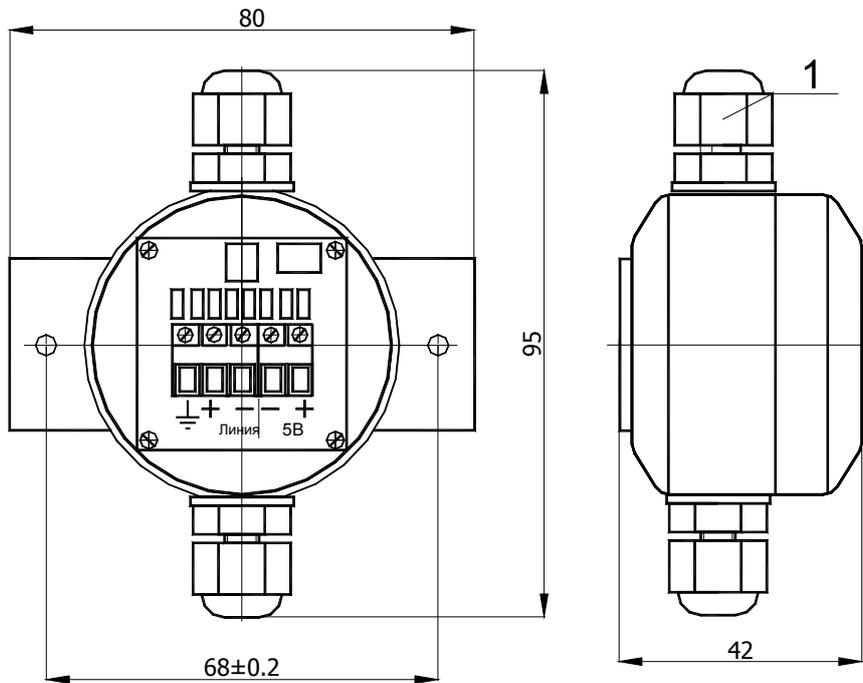
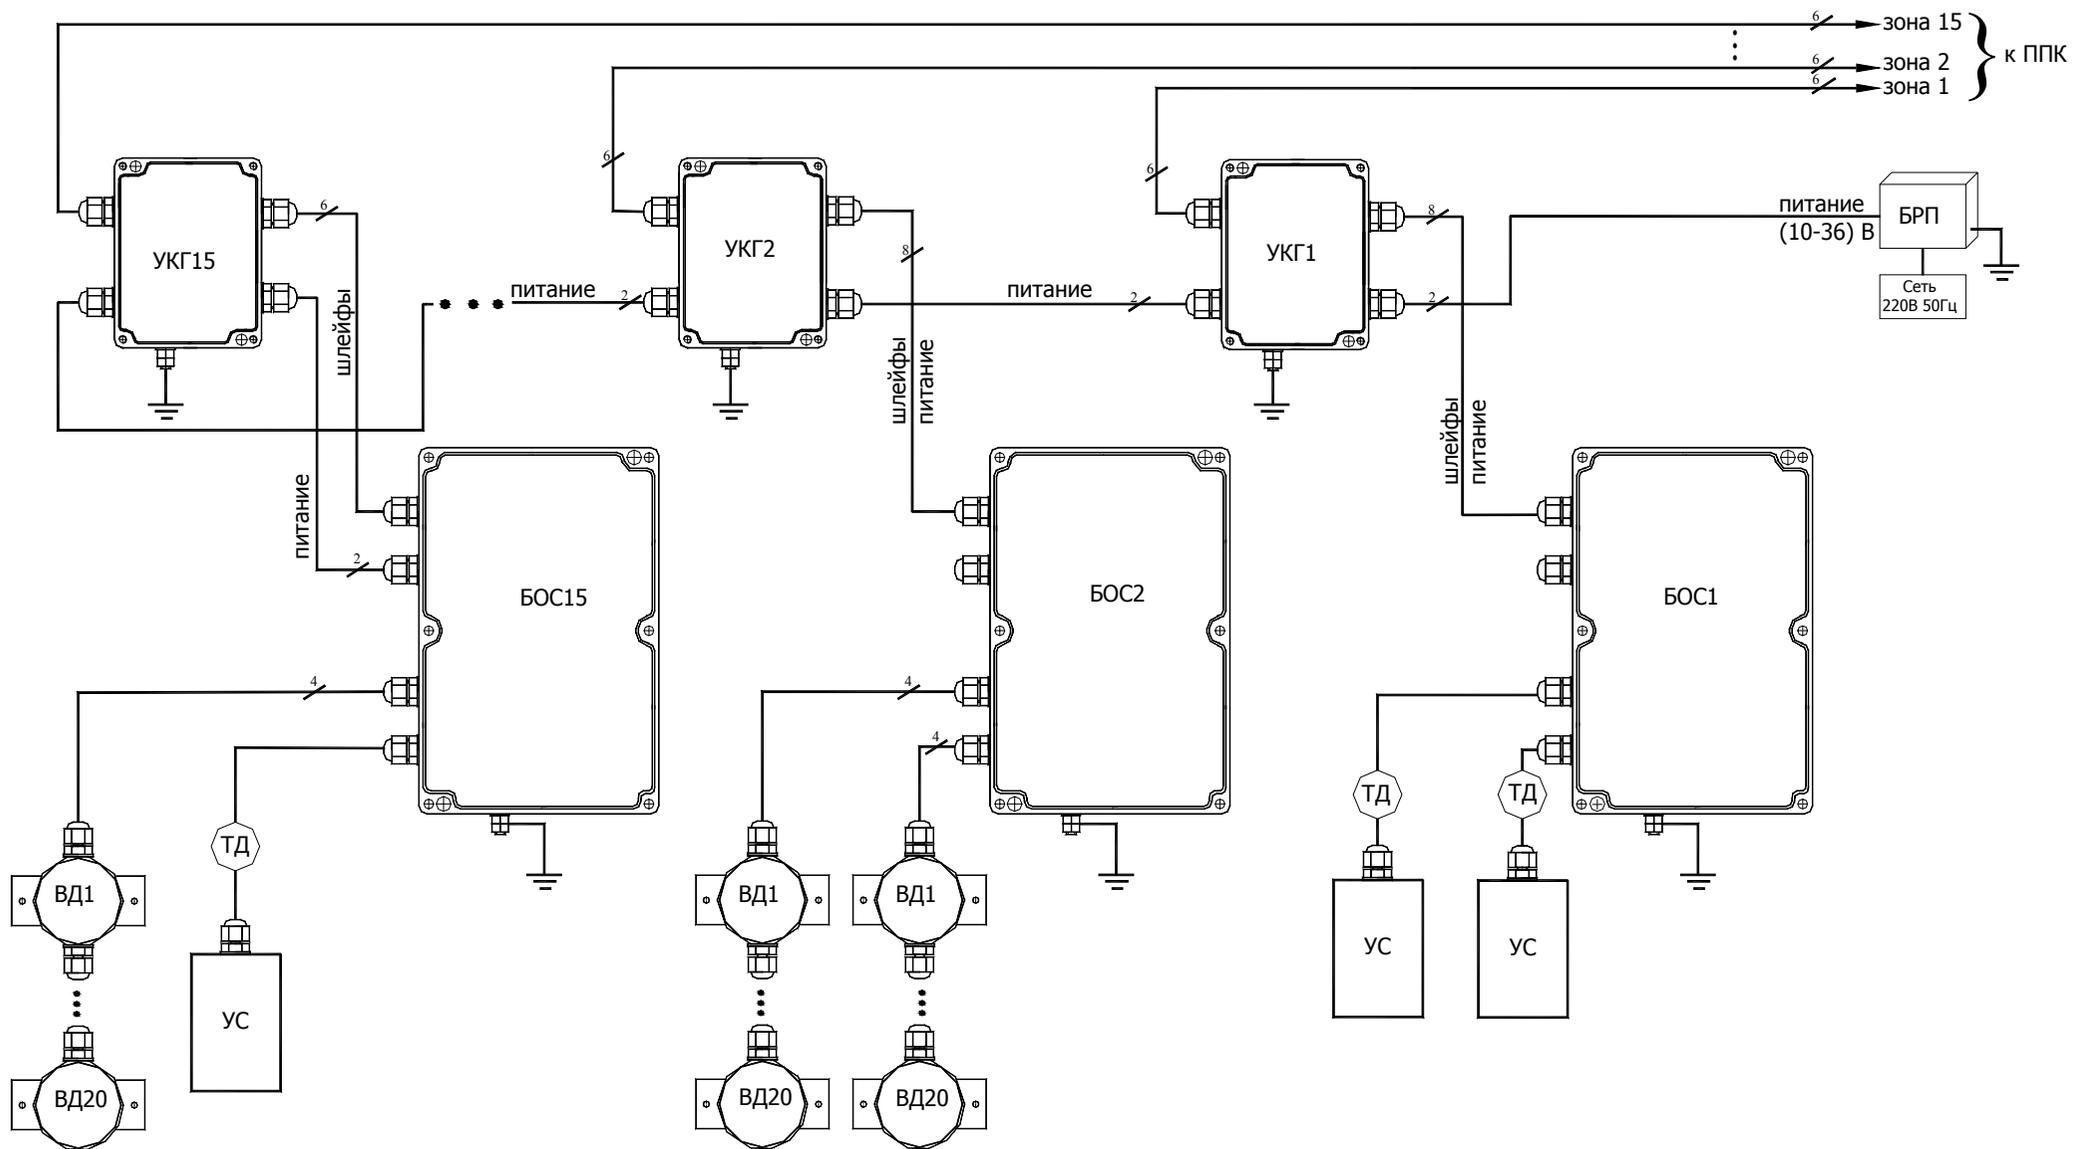

Рис.4 Общий вид ВД
Рис.6 Схема подключения извещателя с БОС, расположенными вне помещения по периметру зоны охраны с передачей извещений по шлейфам.
4.3 **Ввод трибоэлектрических кабелей в БОС или ПРД** производится через гермовводы. Для этого необходимо ослабить гайку гермоввода и ввести кабель в корпус на длину, необходимую для их подключения к разъёмному соединителю ПУ. Концы кабелей аккуратно разделяются и коммутируются на входы плат предварительных усилителей в соответствии со схемами подключения, приведенными на рис. 6...10 приложения. Для этого необходимо снять экран с платы предварительного усилителя и закрепить конец кабеля
**ВД** крепится по центру ограждения (обычно по центру трехметрового пролета ограждения) или в местах возможного проникновения нарушителя с шагом 5 м с помощью двух шурупов через отверстия в планке крепления. При установке на сетчатом ограждении используется дополнительная планка, устанавливаемая с противоположной стороны сетки. Соединение ВД производится четырехжильным кабелем UTP 5 категории в экране. По двум проводам подается питание, два других являются сигнальными. Кабель последовательно проходит через все ВД и коммутируется через клеммные соединители на платы датчиков. С целью устранения синфазной помехи сигнальные линии включаются перекрестно, как это показано на рис.4 приложения. Оконечный ВД отличается от промежуточных наличием только одного гермоввода. Схемы подключения извещателя с ВД приведены на рис.6...10 приложения.
**Коммутация** цепей питания, шлейфов и линий интерфейса R485 производится через УКГ с помощью клеммных соединителей, расположенных на платах УКГ. Схемы подключения приведены на рис. 6...10 приложения.
4.4 **Схемы подключения и соединения ИОП** по периметру зоны охраны приведены на рис. 6...10 приложения. При последовательном подключении нескольких извещателей по линиям интерфейса RS485 необходимо отключить согласующие резисторы удалением перемычки **XP1** на всех платах БОС кроме последнего в линии.